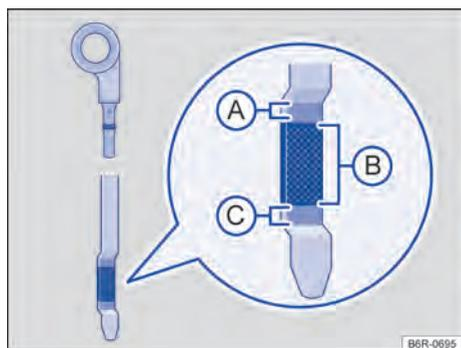

Fig. 184 Varilla de medición del aceite con marca de nivel de aceite del motor.
En caso de alta demanda del motor, el nivel del aceite del motor debe estar lo más cerca posible del nivel → fig. 184 (A), sin sobrepasarse, como, por ejemplo, en viajes largos en carreteras durante el verano o durante travesías de montañas. ◀
Leyenda para → fig. 184:
7. Retirar nuevamente la varilla del nivel de aceite y leer el nivel del aceite del motor en la varilla de medición → fig. 184 de la siguiente manera:
- Ⓐ: **no** agregar aceite → ❶. Continuar con la etapa 16.
12. Vuelva a comprobar el nivel del aceite del motor en la varilla de medición antes de volver a agregar una pequeña cantidad de aceite del motor. Nunca recargar con aceite del motor en exceso → ❶.
13. Una vez finalizado el proceso de la reposición de aceite, el nivel del aceite del motor debe estar, al menos, en el medio del nivel → fig. 184 Ⓑ, pero jamás por encima del nivel Ⓐ → ❶.
14. Si, por descuido, se ha completado exceso de aceite del motor y si, después de esto, el nivel del aceite se encuentra por arriba de la franja → fig. 184 Ⓐ, **no arranque el motor**. Buscar un Concesionario Volkswagen o una empresa especializada.
- No arranque el motor si el nivel de aceite del motor está por encima del nivel → fig. 184 Ⓐ. Buscar un Concesionario Volkswagen o una empresa especializada. De lo contrario, ¡pueden dañarse el catalizador y el motor!
En ninguna circunstancia el nivel de aceite del motor debe sobrepasar el área → fig. 184 Ⓐ. Con el nivel por encima de esta área, el sistema de escape puede extraer el aceite a través de la ventilación del cárter y lanzarlo a la atmósfera. Además, el aceite puede quemarse en el interior del catalizador, dañándolo. ▶